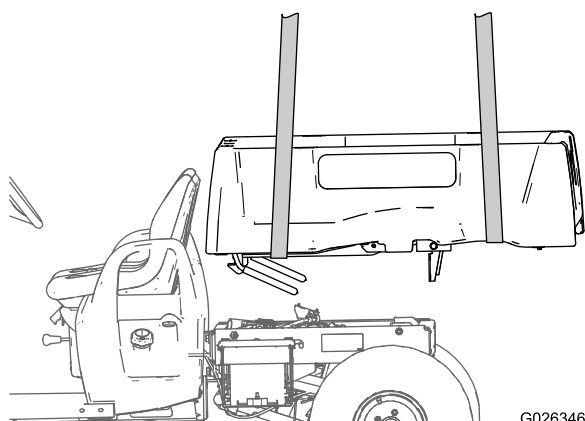

Figura 20
2. Utilizando equipos de izado, eleve la caja de carga y colóquela sobre el bastidor de la máquina con el soporte de giro alineado sobre el perfil trasero del bastidor (Figura 20).